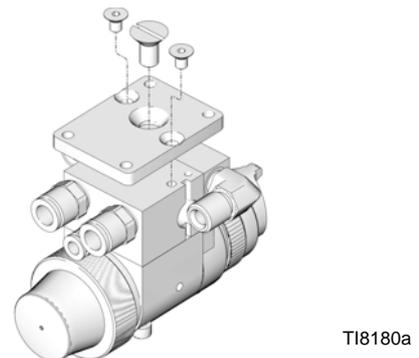

FIG. 5 : Disque d'adaptateur de rattrapage
1. Montez la plaque de l'adaptateur en utilisant les trois vis fournies avec le kit (FIG. 5).